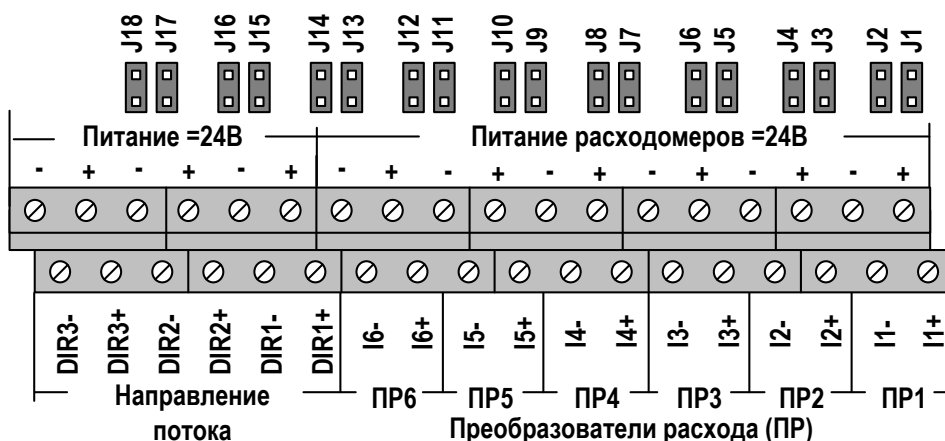

Рис.20. Обозначение коммутационных элементов подключения ПР.
7.5.2.1. Частотно-импульсные входы каналов измерения расхода предназначены для подключения преобразователей расхода различных типов с импульсным выходом. Обозначение коммутационных элементов для подключения ПР показано на рис.20.
- ✱ В активном режиме работы переключки установлены на контактные пары J1-J12 (рис.20). Входные каскады частотно-импульсных входов питаются от внутреннего гальванически развязанного источника напряжением +5 В. На входы должны подаваться либо импульсы